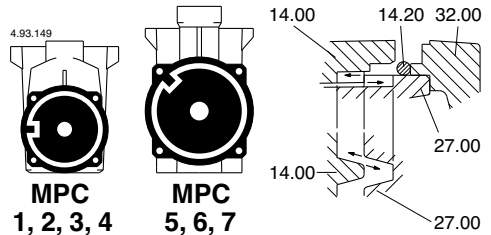

Abb. 6 Montagenut für Zusammenbau Pumpengehäuse (14.00) - Diffusordeckel (27.00)
**Bei der Montage vom Motor mit Laufrad sich vergewissern, daß die Nase im Pumpengehäuse (14.00) in der Nut des Diffusor-Deckels (27.00) einrastet (Abb. 6).**